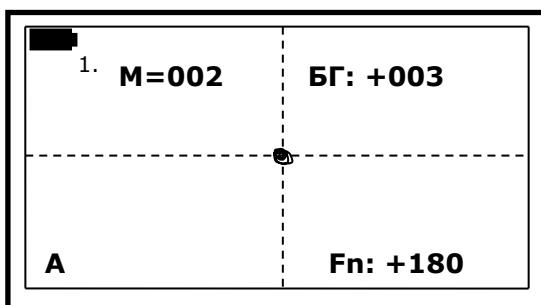

Рис. 16
3. нажмите кнопку **[БГ]**. Прибор перейдет в режим автоматической балансировки по грунту (Рис. 16):